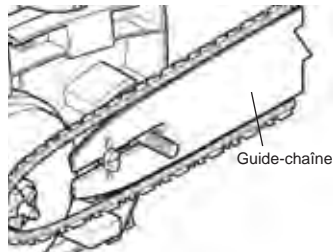

Figure 6 -Éloignez le guide-chaîne
- Éloignez le guide-chaîne du corps de la tronçonneuse de sorte que le guide soit placé de façon à tendre la chaîne (voir la Figure 6).